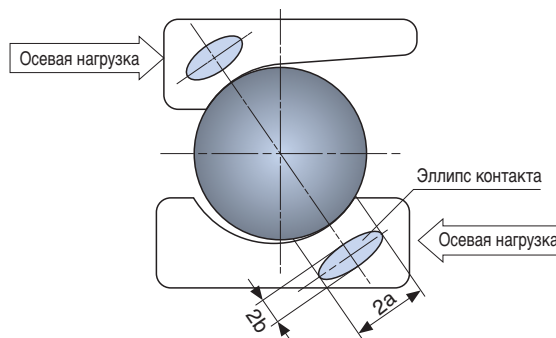

Рисунок 2.3 Эллипс контакта
- 2 Осевая нагрузка, в результате которой образуется эллипс контакта между роликом и поверхностью дорожки качения, выходящий за пределы дорожки качения (Рисунок 2.3).